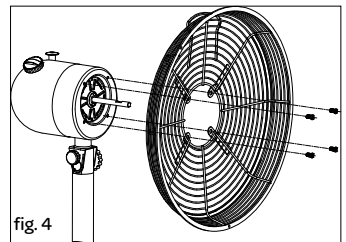

fig. 4
4. Retirez les quatre vis de la partie moteur - fig. 4.
5. Placez la cage de protection arrière sur l'arbre du moteur et fixez-la à l'aide des quatre vis que vous venez de retirer - fig. 4.